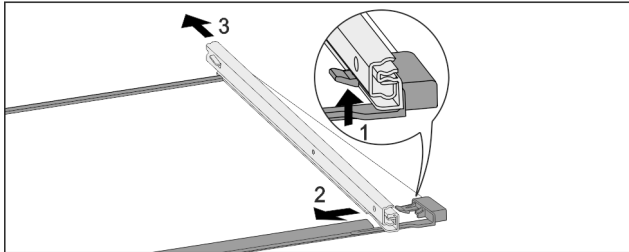

Fig. 190 Glasplade med skinner
- ▶ Tryk den forreste låsekrog op. Fig. 190 (1)
- ▶ Skub udtræksskinnen til siden Fig. 190 (2) og og bagud Fig. 190 (3).